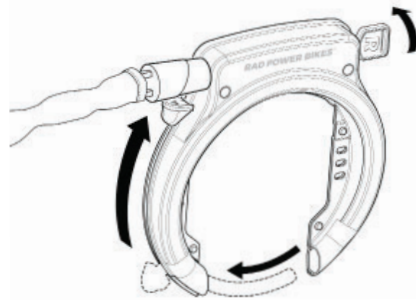

Abbildung 13: Entriegeln des Bügels, Quetschgefahr
- b. Drehen Sie zuerst den Schlüssel im Uhrzeigersinn, um den Daumenhebel und den Bügel zurückzuziehen (Abbildung 13).